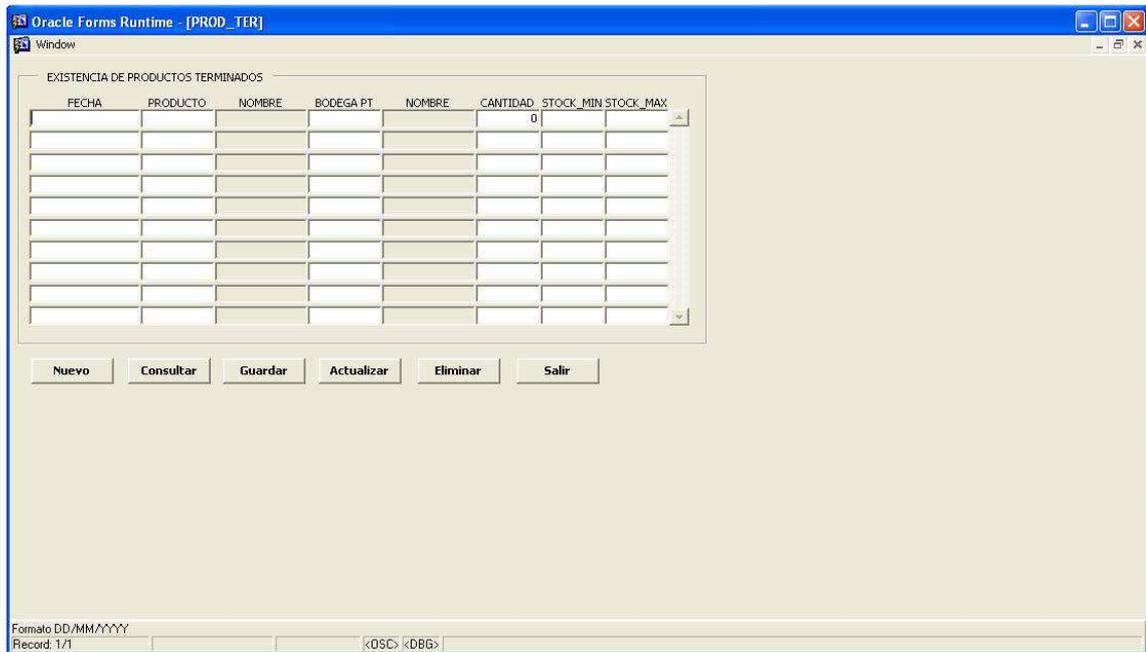

Figura 4-22. Pantalla Existencia Producto Terminado
2. Dé clic en la opción <Existencia Producto Terminado> y le aparecerá la siguiente pantalla: (Véase figura 4-22).